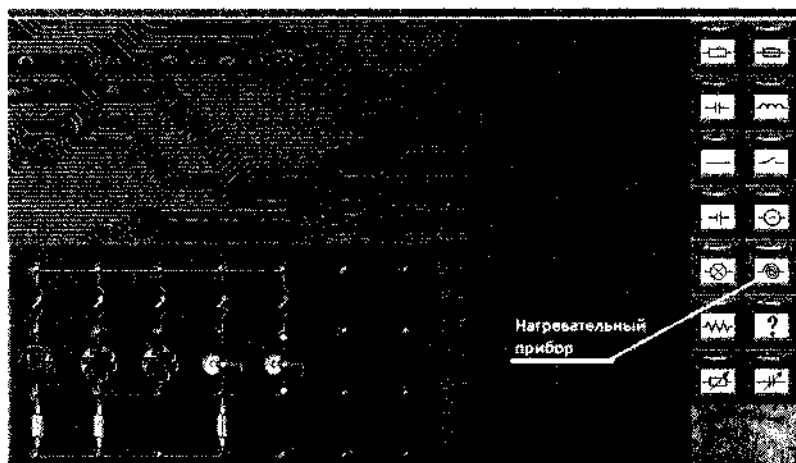

Рис. 2.29. Схема проведения эксперимента
- ♦ выбирать предохранители, мощность рассеивания на которых, переходя в тепло, расплавит предохранитель, если ток слишком большой, чем и защитит вашу силовую проводку, а вас от пожара (рис. 2.29).
На рис. 2.29 указан компонент «Нагреватель», остальные компоненты не вызывают затруднений при выборе. Некоторые проблемы возникли у меня с заданием требуемой мощности ламп. Поэтому вторая лампа имеет мощность 120 Вт.